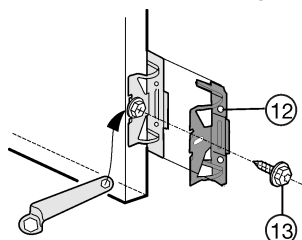

Fig. 10
- ▶ Alle Befestigungswinkel Fig. 10 (12) mit Sechskantschraube Fig. 10 (13) auf die vorgebohrten Löcher der Gerätetür schrauben.